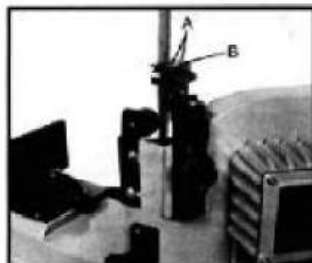

Fig.1
3. Retire los dos tornillos (A.Fig. 1) y la placa deflectora (B).